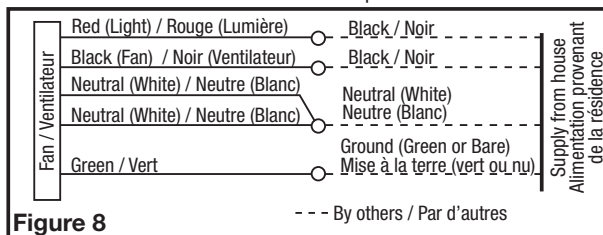

Figure 8
- From where you have access to inside the fan's junction box, connect the one white wire from the house to both the white wire from the fan's light receptacle and the white wire from the fan's exhaust receptacle. Connect the first black wire from the wall switch to the red wire from the fan's light receptacle. Connect the second black wire from the switch to the fan's exhaust receptacle. Connect the ground wire from the house to the green wire from the fan's grounding screw (**Figure 8**). Use approved methods for all connections.
1a. Par là où vous avez accès à l'intérieur de la boîte de jonction du ventilateur, raccorder un fil blanc de la maison aux deux fils blancs du réceptacle de la lumière du ventilateur et le fil blanc du réceptacle du ventilateur d'évacuation. Raccorder le premier fil noir provenant du commutateur mural au fil rouge du réceptacle de la lumière. Raccorder le second fil noir provenant de la maison vers le réceptacle du ventilateur d'évacuation. Raccorder le fil de mise à la terre de la maison au fil vert de la vis de mise à la terre du ventilateur (**Figure 8**).